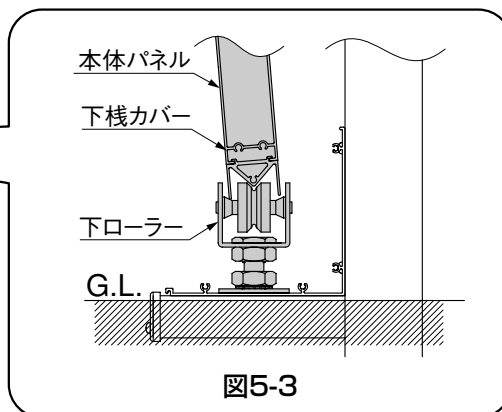

図5-3
- ❶ 下ローラーの上に、図5-3のように本体パネルを乗せてください。